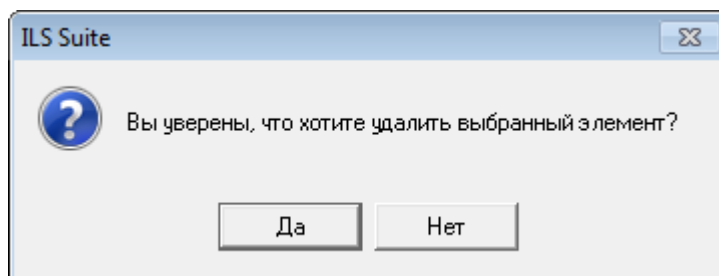

Рис. 10-41 – Диалоговое окно при удалении папки
4) В открывшемся диалоговом окне нажать «Да» для подтверждения действия (рис. 10-41).